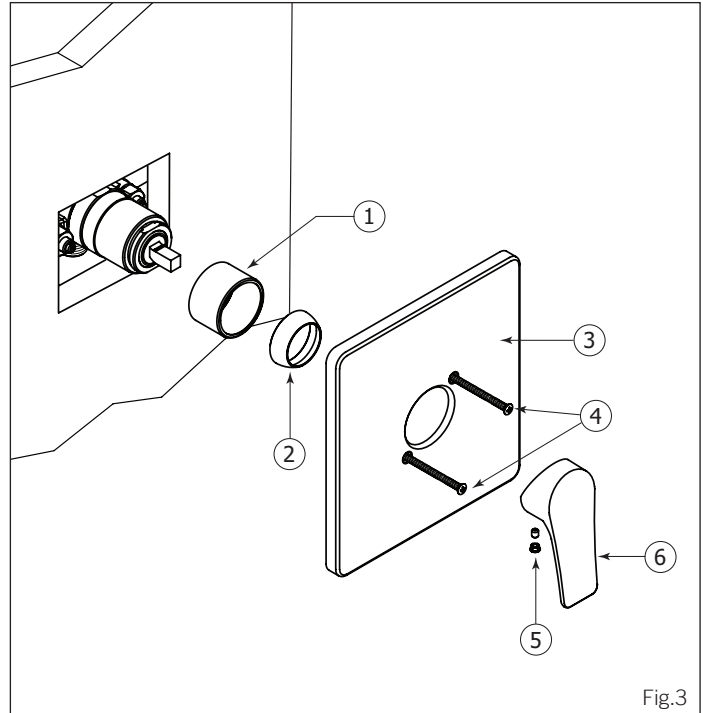

Fig.3
Insert the decorative sleeve (1) onto the cartridge holder (See Fig.3) then screw the dome cap (2) onto the valve body.
Insérer l'anneau décoratif (1) autour du manchon (Voir Fig .3). Ensuite, visser le capuchon en dôme (2) sur la valve.